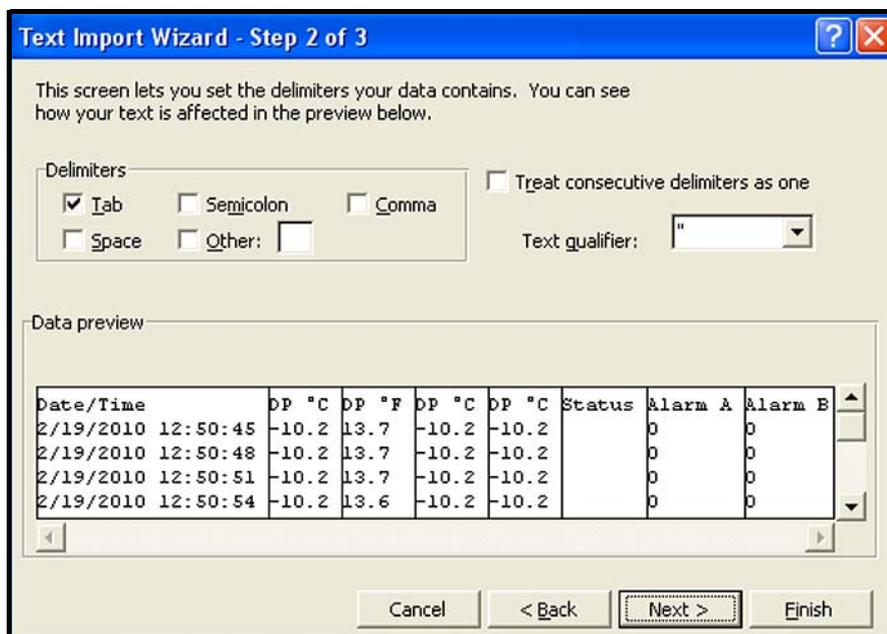

図 60 : Microsoft Excel のインポートウィザード - 手順 2
2. 画面の説明に従い、必要に応じて変更を行って **Next** をクリックします。下の図 60 のような画面が開きます。